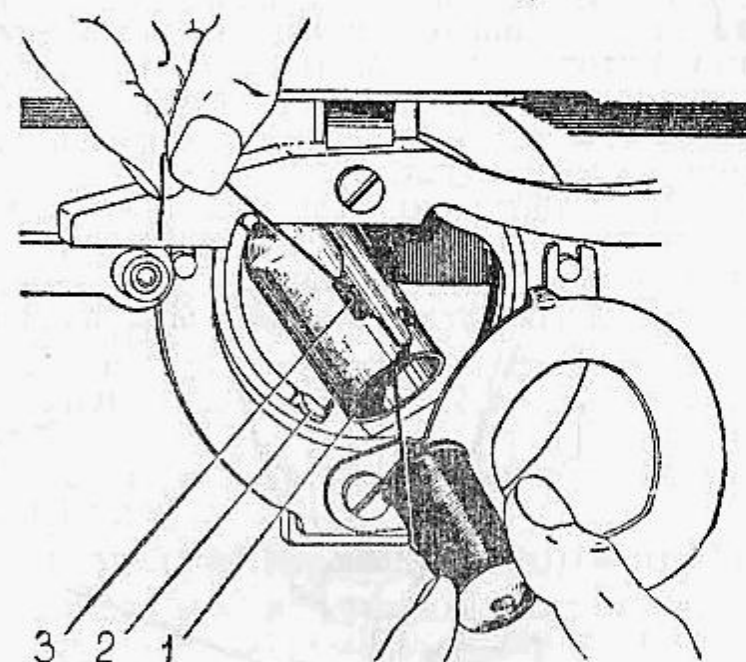

Рис. 5
**6.6. Заправка шпульного колпачка (рис. 5)**